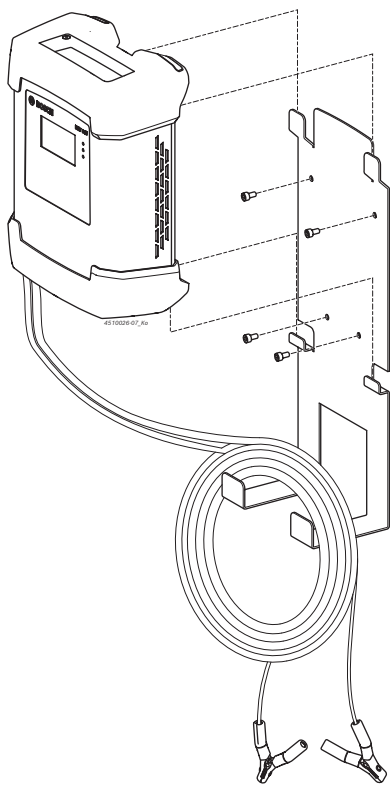

Fig. 2: BAT 645 con soporte mural
**I** Los cuatro pies del BAT 645 deben engancharse siempre arriba y abajo del soporte mural. Los cables de carga y el cable de conexión a la red pueden engancharse al soporte mural (véase la fig. 2).